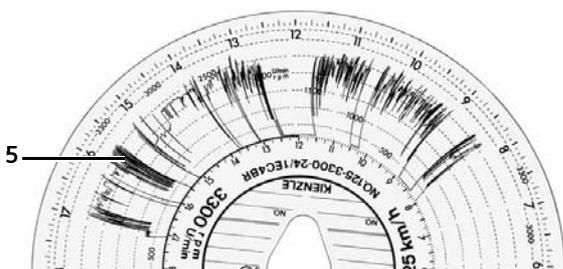

Abb. 18: Drehfrequenzaufzeichnung
- mit Drehfrequenzaufzeichnung, siehe Abb. 18